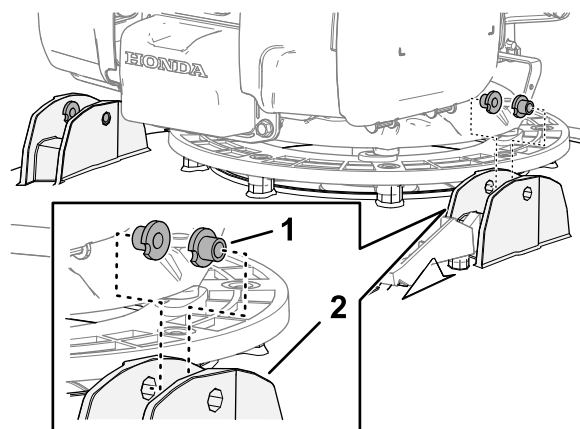

Figura 5
1. Montați 2 buce în T în flanele barei de ghidare a punii mainii de tuns iarba (Figura 5).